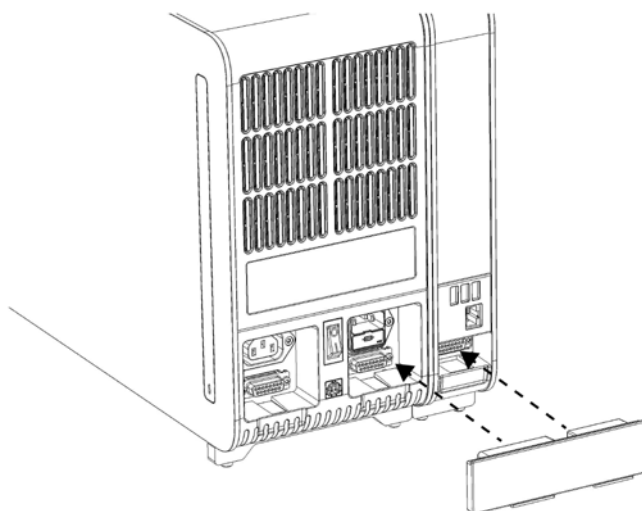

Figura 8. Conectando a Ponte do Módulo analítico/operacional.
5. Conecte a Ponte do Módulo analítico/operacional na parte traseira do QIAstat-Dx Analyzer 1.0 para unir os Módulos analítico e operacional (Figura 8).